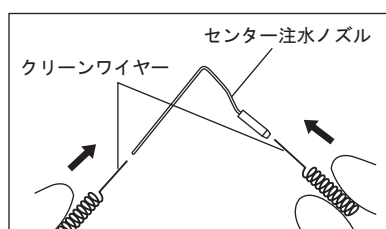

図12
- 1) 付属のクリーンワイヤーでセンター注水ノズルおよび外部注水ノズル内部を清掃してください。(図12、13)